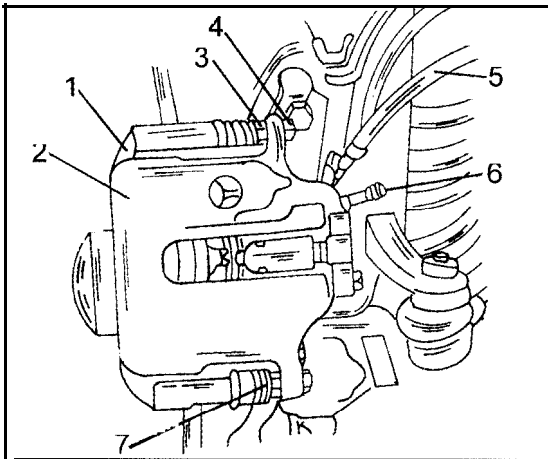

Bild 313
- Das elektrische Kabel der Bremsklotzverschleissanzeige abschliessen. Dazu die Abdeckung abnehmen und den Stecker abdrücken (Bild 313).
- Mit einem Schraubendreher die Verbindungsfeder (3) zwischen dem Bremssattel und dem Bremssattelträger heraushebeln.